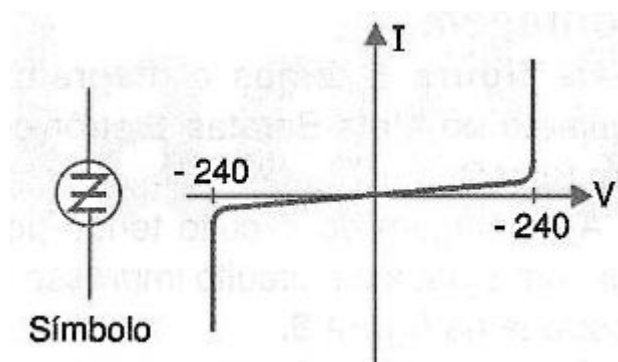

Figura 220 – Símbolo e curva característica do SIDAC
O SIDAC é um diodo (D) de silício (SI), indicado para aplicações em circuitos de corrente alternada (AC). É justamente isso que o acrônimo para Silicon Diode for Alternating Current indica. Esse dispositivo possui uma característica de disparo semelhante a dos DIACs, mas com a capacidade de operar com tensões e correntes muito maiores. Na figura 220 temos o seu símbolo e sua curva característica.